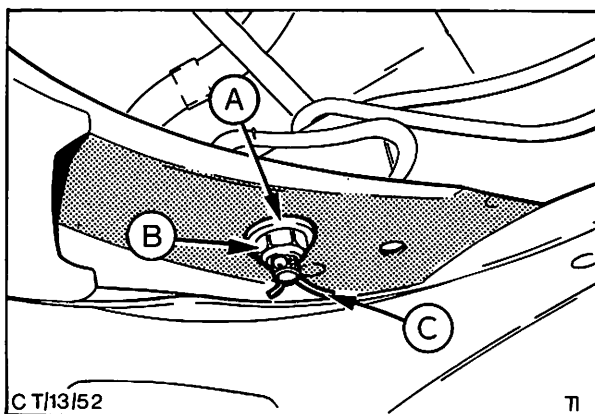

Abb. 56 Zahnstangenbefestigung
13. Schrauben, neue Sicherungsbleche, Muttern und Scheiben einbauen und mit dem vorgeschriebenen Drehmoment anziehen, Abb. 56. Ecken des Sicherungsbleches hochbiegen und Splinte einsetzen.